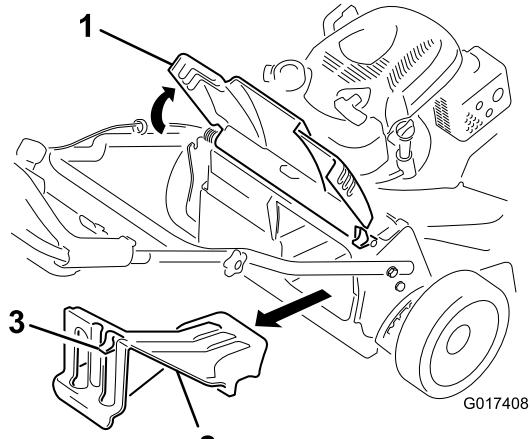

Figura 26
- Levante y sujeté la tapa trasera (Figura 26).
- Retire el tapón de descarga trasera presionando hacia abajo sobre el enganche con el dedo pulgar y extrayendo del tapón de la máquina (Figura 26).